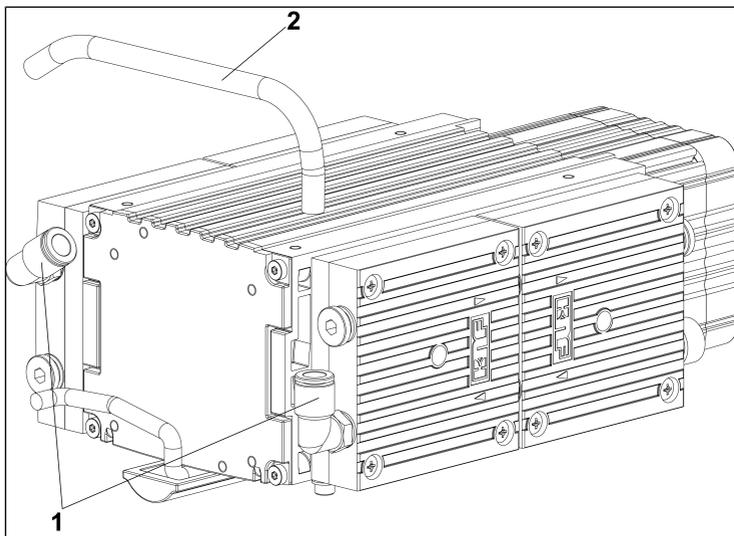

Abb.7: Demontage der Verschaltung
1. Lösen Sie den Verschaltungsschlauch (2/Abb. 7) durch Niederdrücken und gedrückt halten des Lösungsrings (1/Abb. 7).
2. Ziehen Sie den Verschaltungsschlauch (2/Abb. 7) vorsichtig aus der Verschraubung heraus.
1. Stecken Sie den Verschaltungsschlauch (2/Abb. 7) bis zum Anschlag in die Verschraubung.